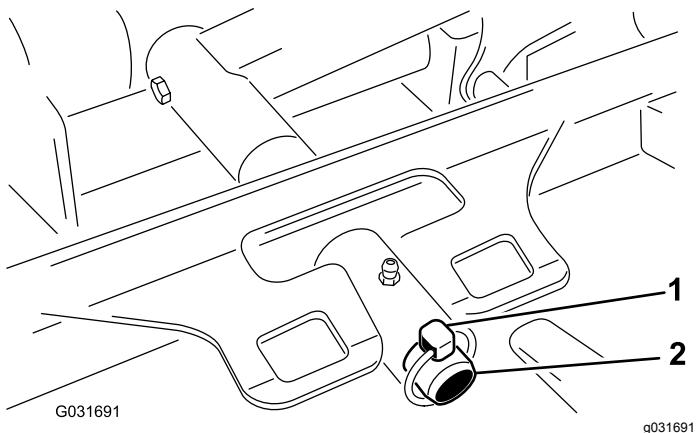

Figura 81
- Retire el pasador de seguridad que sujetla el bastidor de tiro de la carcasa a la barra de giro del brazo de elevación (Figura 81).
- Desplace el bastidor de tiro de la carcasa sobre la barra de giro del brazo de elevación y fíjelo con el pasador de seguridad (Figura 81).